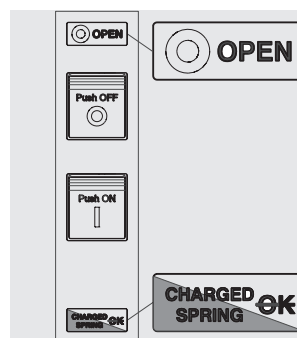

Figura 36
- Interruptor abierto con resortes cargados y no listo para el cierre (véase Figura 36). Este estado se verifica en los siguientes casos: